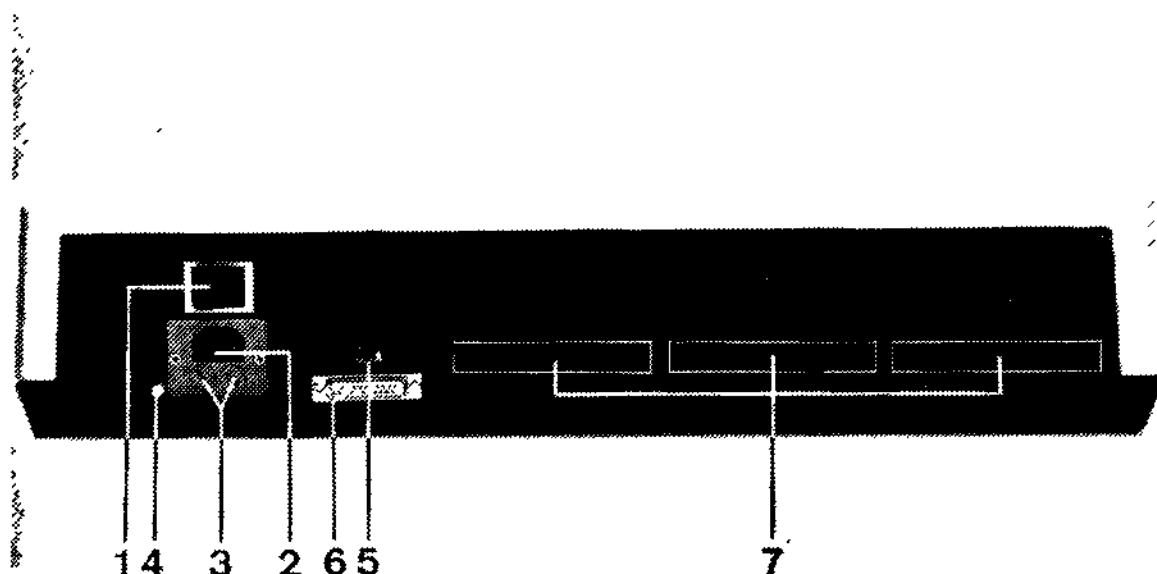

Abbildung 9 Gehäuserückwand mit Anschlüssen
(siehe Abbildung 9)
Beim Einschalten des Netzes führt der Computer **automatisch** in allen Funktionsteilen einen sogenannten **POWER-ON-RESET** durch. Dieser **Reset** kann auch **manuell** mit Hilfe einer kleinen Drucktaste an der Rückseite (siehe Abb. 9, Pos. (4)) ausgelöst werden.